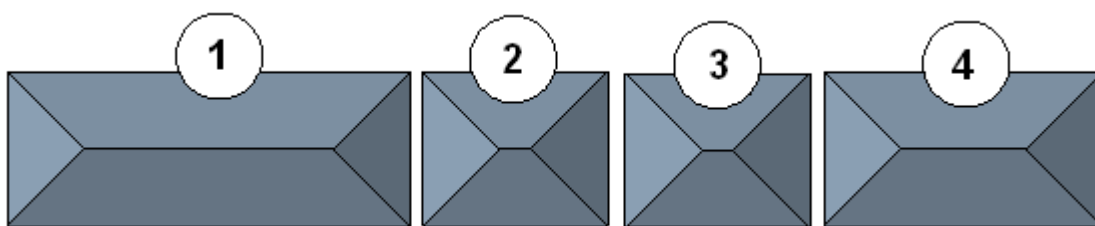

Рисунок 3.23. Комплекс зданий
- создается проект для каждой отдельной части большего проекта. Например, в случае комплекса зданий следует создать отдельный проект для каждого здания – рис. 3.23.